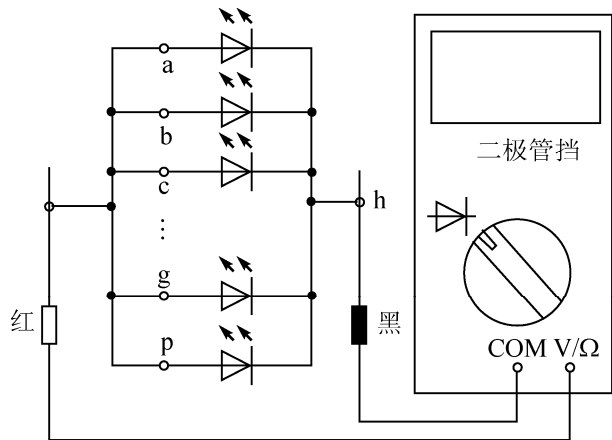

图 4-6 检测全笔段发光性能
③ 检测全笔段发光性能。前两步已将被测 LED 数码管的结构类型和引脚排列测出,接下来还应该检测一下数码管的各笔段发光性能是否正常,检测全笔段发光性能如图 4-6 所示。将数字万用表置于二极管挡,把黑表笔固定接在数码管的公共阴极上(⑨脚),并把数码管的 a~p 笔段端全部连接在一起。然后将红表笔接触 a~p 的连接端,此时,所有笔段均应发光,显示出“8”字。